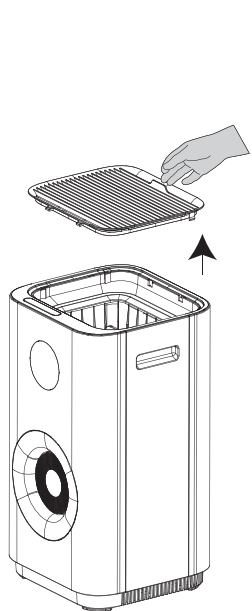

Рис. 2
2. Снимите крышку прибора (рис. 2).
2. Выполните действия, представленные на рис. 2, 3, 4 в разделе «Наполнение водой».